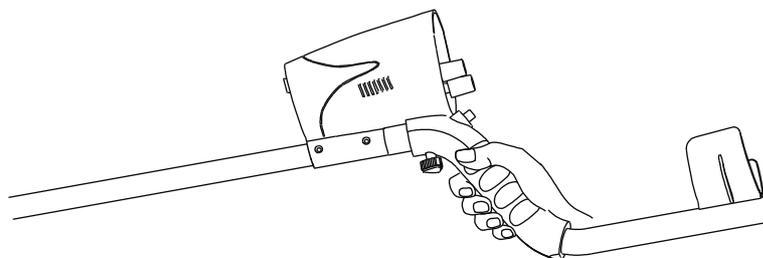

Abb. 2
2. Richten Sie die Gewindebolzen an der Unterseite des Griffs mit den Reglern unterhalb des Schaltkastens aus; mit den Bolzen verriegeln (Abb. 2).